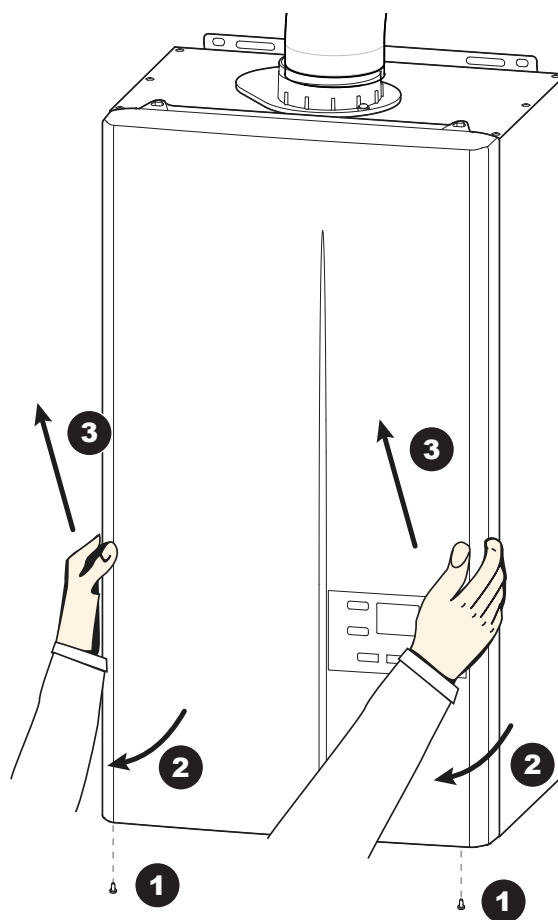

fig. 29 - Smontaggio pannello frontale
- Rimuovere il pannello frontale (vedere fig. 29, pagina 46).